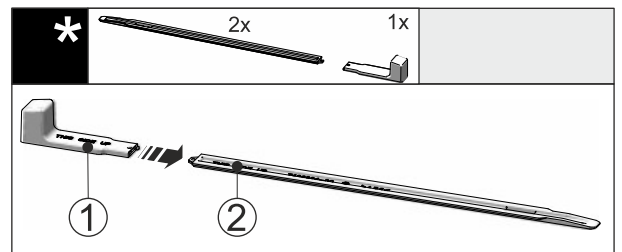

Fig. 50
- ▶ Steek de montagegreep Fig. 50 (1) op de nivelleerrail Fig. 50 (2).